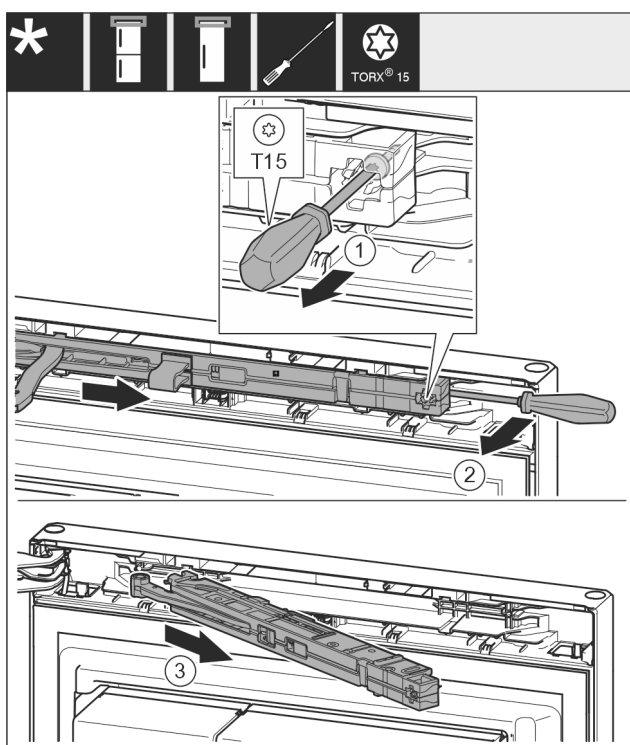

Fig. 12
- Atskrūvējiet durvju amortizatora mezgla skrūvi Fig. 12 (1) ar skrūvgriezi 14 mm.
- Izceliet durvju amortizatora mezglu Fig. 12 (2) roktura pusē ar skrūvgriezi uz priekšu.
- Izvelciet durvju amortizatora mezglu Fig. 12 (3).